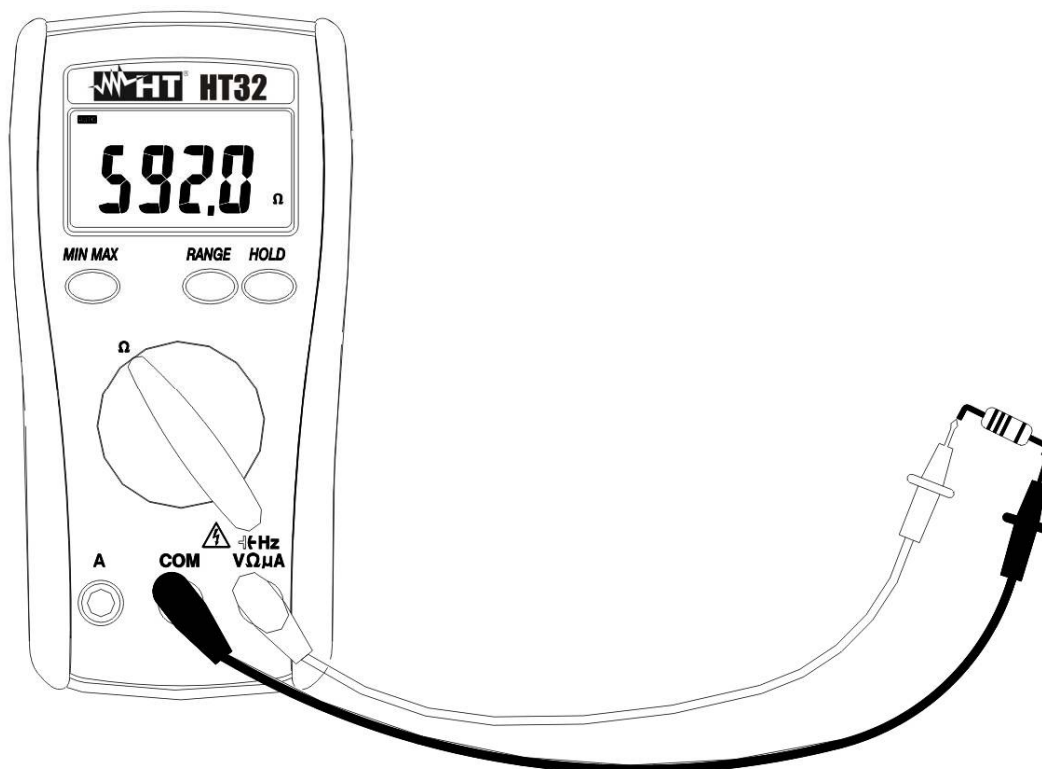

Fig. 7: Misura di Resistenza
2. Inserire il cavo rosso nel terminale di ingresso $\triangle Hz V \Omega \mu A$ e il cavo nero nel terminale di ingresso **COM** (vedere la Fig. 7).